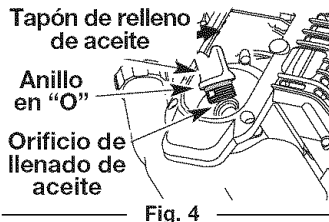

Fig. 4
3. Saque el tapón de aceite/varilla de medición del cigüeñal (Fig. 4).